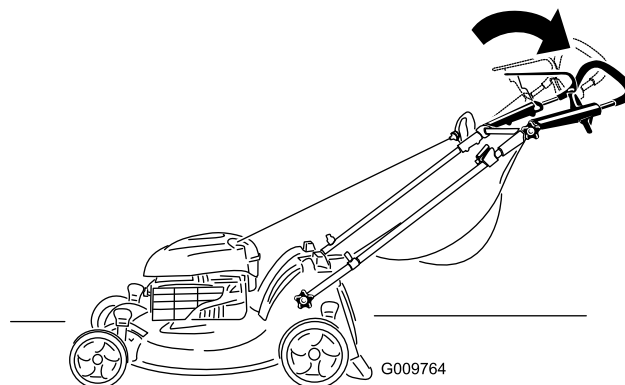

Figure 18
2. Placez la partie supérieure du guidon à la position voulue (Figure 18).